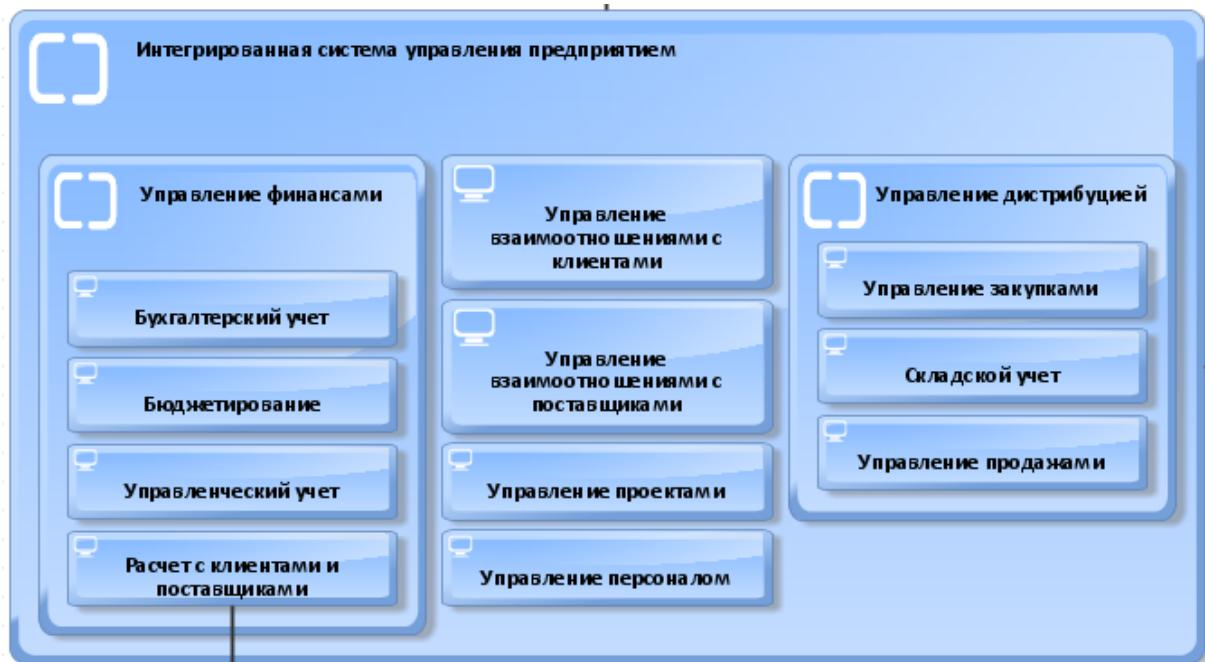

Рисунок 5.6
5. В область объекта «Интегрированная система управления предприятием» поместить следующие объекты «IT system» (рисунок 5.6):